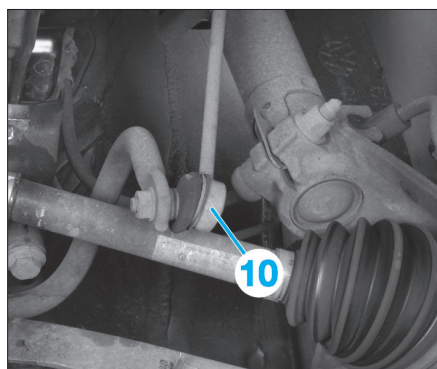

FIG. 13
- la biellette (10) de la barre stabilisatrice (Fig.13).